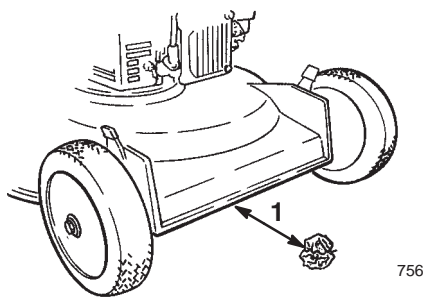

Figura 14
5. Accartocciate mezzo foglio di giornale fino a formare una pallina da inserire sotto il piatto di taglio (diametro 76 mm ca.) come illustrato nella Figura 14.